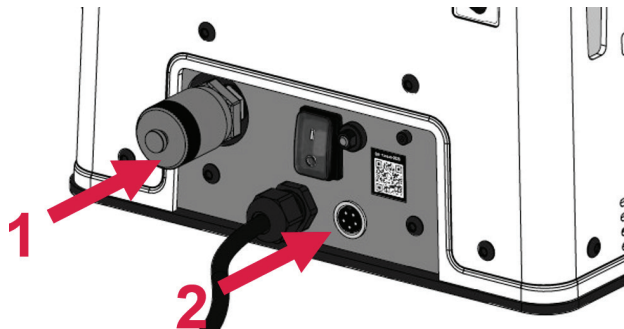

Fig. 4: Raccords de la pompe électrohydraulique
- Raccordez le tuyau hydraulique au raccord à vis (Fig. 4, pos. 1) de la pompe électrohydraulique et fixez le raccord en vissant le capuchon du raccord de tuyau.